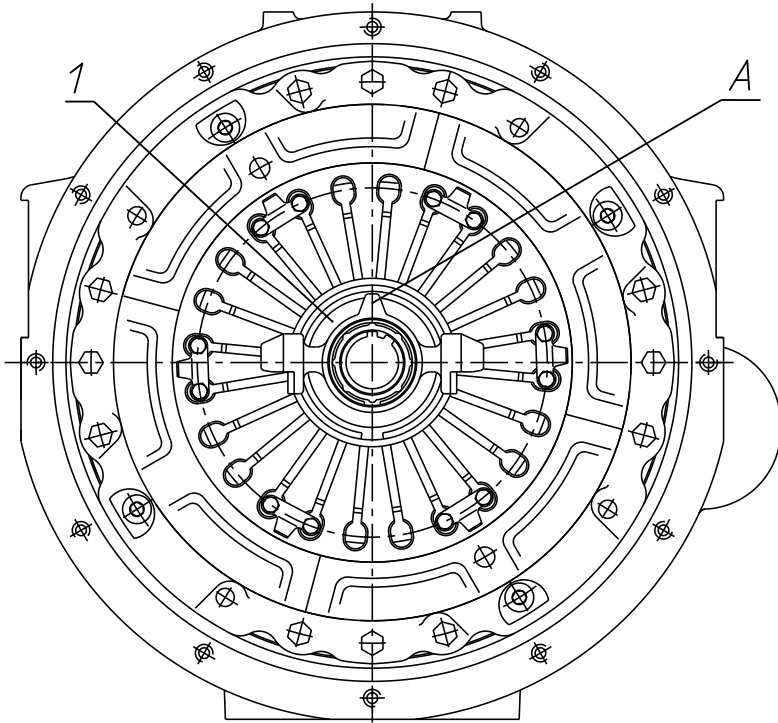

Рис. 116 – Положение муфты выключения сцепления
5. С помощью специальной оправки, установленной на центрирующую оправку ведомого диска, сцентрировать муфту выключения сцепления 1 и развернуть её, как показано на рис. 116 (положение выступа А). Допускается угловое отклонение установки выступа А не более 10°.